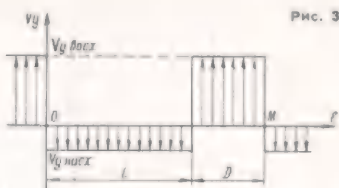

Рис. 3
Построения в системе координат скоростей полярны с использованием подобия векторных треугольников показаны на рис. 3.
Оптимальная скорость перехода определяется так же, как и в классической теории — путем проведения касательной к поляре из точки с ординатой, равной сумме $V_{у наб} + V_{у спех}$. Другими словами, кольцевой калькулятор на вариометре сохраняет свое значение и при полете «дельфин»; при этом он устанавливается на полное значение скоростной способности в восходящих потоках. Если такая установка калькулятора ведет к избытку градоид, то выгодно понизить установку калькулятора (и соответственно — скорость) на столько, чтобы траектория стала в среднем горизонтальной. При этом оказывается, что уменьшение V'_{cp} за счет неоптимальности скорости компенсируется увеличением ΔV_{cp} (построение для $V = V_{пер}$ на рис. 3).
Однако, если полет с правильной установкой калькулятора ведет к дефициту высоты (потери за переход больше, чем набор в восходящем потоке), то снизить установку калькулятора нельзя, так как уменьшение скорости ниже оптимальной снижает как V'_{cp} , так и ΔV_{cp} (построение для $V = V_{пер}$ на рис. 3). В этом случае оптимальным будет полет «дельфином» с правильной установкой калькулятора, а накапливающийся дефицит высоты периодически следует восполнять в наиболее сильных потоках спиралями.
В этом случае выражение (16) теряет смысл, так как оно содержит в знаменателе величину $V_{у наб}$, равную нулю. Следовательно, теряет смысл и его графическая интерпретация (справа от вертикальной оси на рис. 3). Физически это значит, что полет на любой другой скорости, кроме экономической, связан с потерей высоты, восстановить которую невозможно.
А формула (17) и ее графическая интерпретация (слева от вертикальной оси на рис. 3) дает при $V_{у наб} = 0$ значение